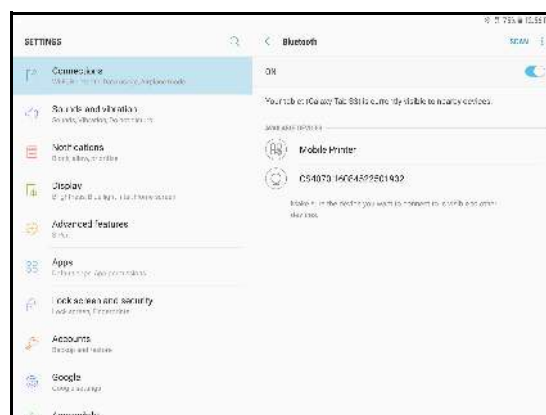

Fig. 2.4 Pardannelse via Bluetooth
- Vælg **Mobilprinter** for at parre den med systemet (se Fig. 2.4).